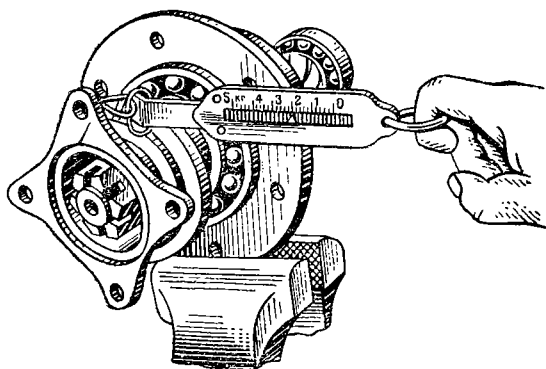

Рис. 32. Проверка затяжки подшипников ведущей шестерни
13. Проверить, как показано на рис. 32, регулировку затяжки конических роликоподшипников 35 и 38 (рис. 30) ведущей шестерни и при необходимости отрегулировать затяжку (см. технические требования, п. в).